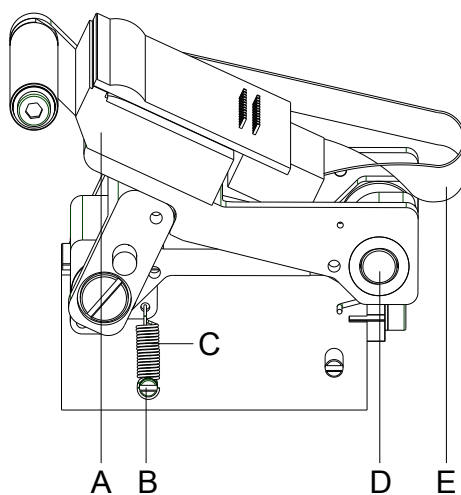

Figure 20
3. Déconnecter le câble (E, Figure 20) de la tête d'impression (A, Figure 20).